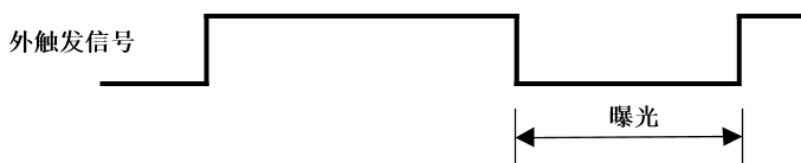

图 8-28 下降沿触发宽度曝光模式时序图
- 如果启用下降沿触发，曝光会在触发信号下降时开始，一直持续到触发信号上升结束，如图 8-28 所示